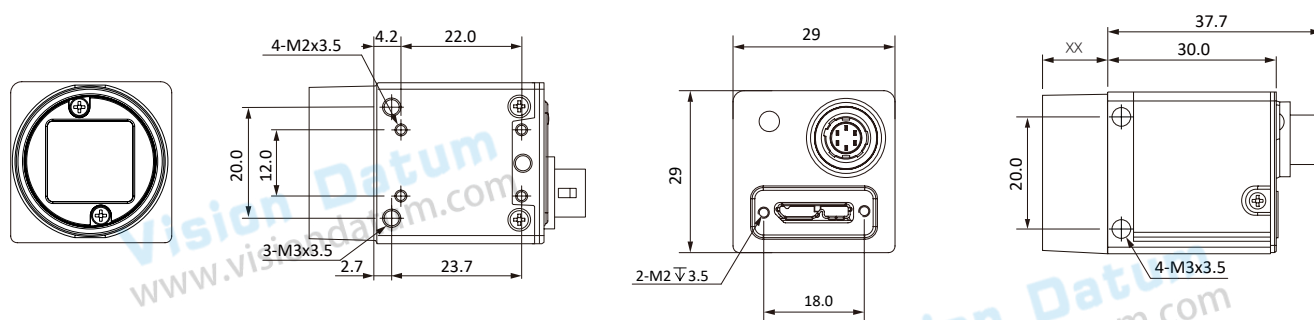

图 1-3: 29 \* 29 \* 30mm 四面可安装外壳的 USB3.0 相机的物理尺寸。
- 29 \* 29 \* 30mm USB3.0 相机四面可安装尺寸图如图 1-3 所示。